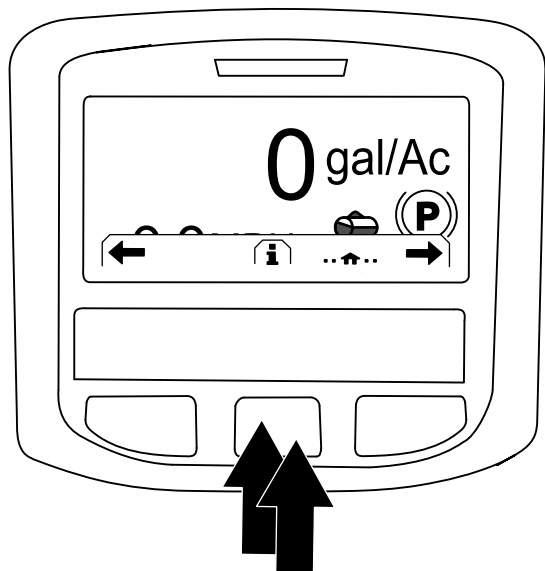

Figura 227
2. No ecrã de início, pressione o botão central no InfoCenter para aceder ao ecrã de navegação (Figura 227).
3. Carregue no botão central do InfoCenter para aceder ao menu principal (Figura 227).